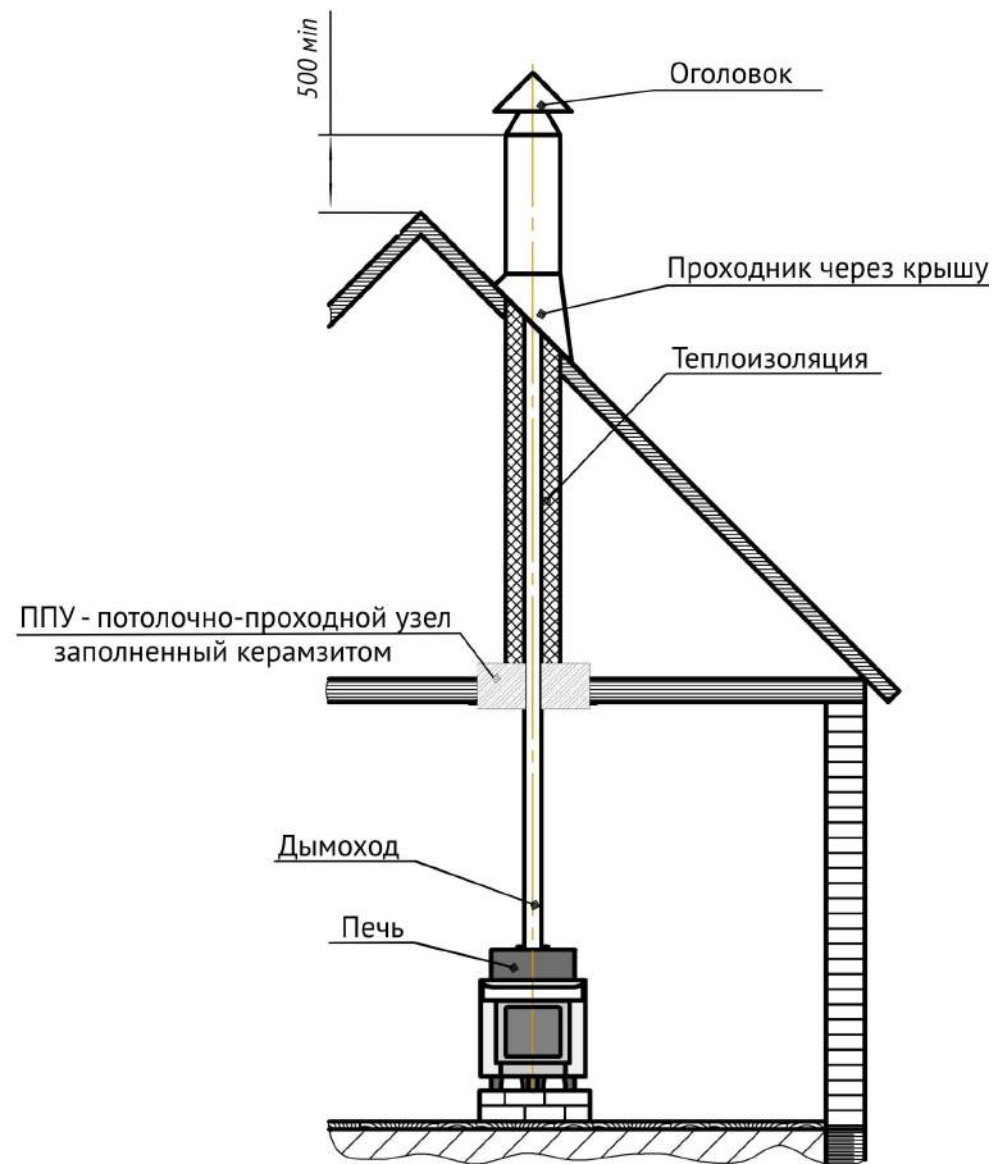

Рисунок 8.6. Монтаж дымового канала.
8.6.4. В потолке (рис. 8.6.) обязательно делается противопожарное отверстие под размер внешнего диаметра потолочно-проходного устройства. Снизу противопожарное отверстие закрывается металлическим листом. Пространство в потолке между трубой и отверстием заполняют противопожарной изоляцией, например, базальтовой ватой, керамзитом и т.п., и закрывают сверху металлическим листом.
8.6.5. Металлический дымоход, вне зоны парной, (рис. 8.6.), должен иметь теплоизоляцию из негорючих материалов, толщиной не менее 50 мм, для предотвращения образования конденсата. При отсутствии в помещении бани капитального дымохода устанавливают сборный дымоход из металлических труб, опирающийся на потолочное перекрытие. Обязательно делается противопожарная разделка размером 600 мм на 600 мм. Трубы с изоляцией должны опираться на металлические уголки или швеллера, закреплённые на перекрытии. Снизу противопожарная разделка закрывается металлическим листом. Закрепленный ППУ (потолочно-проходной узел) необходимо заполнить негорючим материалом (керамзит).